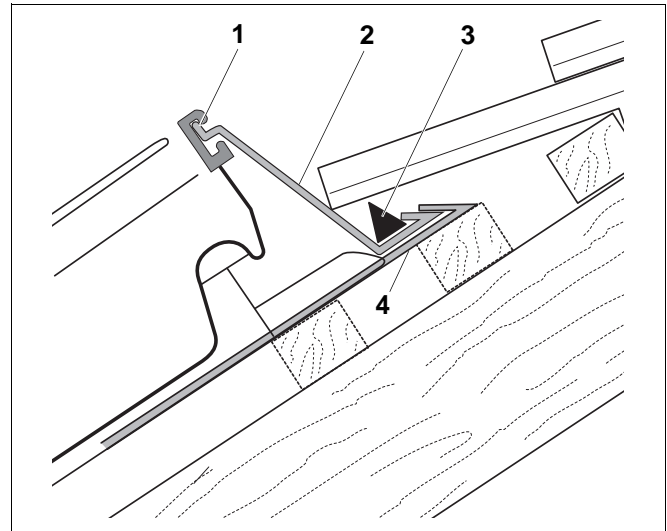

Abb. 14 Abschlussprofil in die Nut des Kollektorrahmens eingeklinken
- Firstseitig muss zur zusätzlichen Abdichtung das obere Abschlussprofil (Abb. 14, Pos. 2) in die Nut des Kollektorrahmens (Abb. 14, Pos. 1) eingeklinkt und unten in die Fals des Eindeckrahmens gelegt werden.